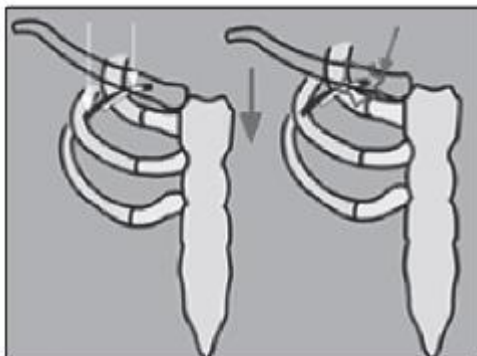

Fig. 2
b) Particular atenção deve ser dada quando o cateter for implantado via subclávia. É recomendável que o cateter seja introduzido fora do espaço costoclavicular (ver Fig. 2).